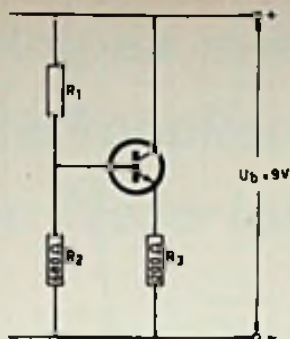

Fig. 6
1. Van de transistor, zoals geschakeld in fig. 6, bedraagt de stroomversterkingsfaktor $\alpha_E = 49$. De basis-emitterspanning $U_{BE} = 0,36 \text{ V}$. De lekstroom I_{CO} is te verwaarlozen. Bij de getekende instelling, met een batterijspanning $U_B = 9 \text{ V}$, staat over de emitterweerstand R_3 een spanning van 1 V. Bepaal de waarde van R_1 .